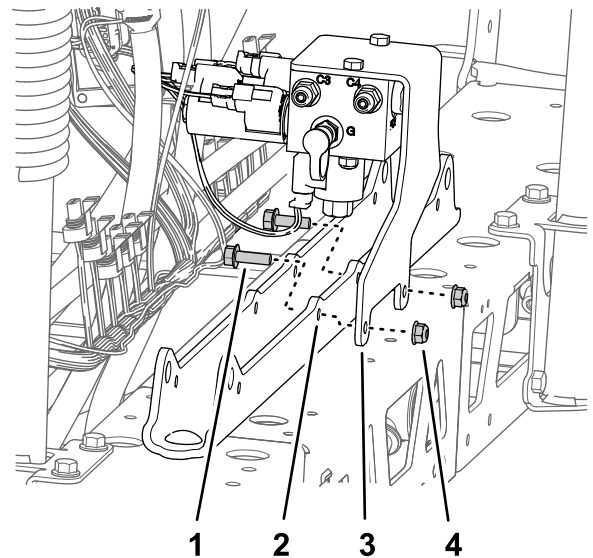

図 94
- A. サポートブラケットにあるブーム昇降マニホルド用の穴を、シリンダマウントの穴に合わせる 図 94。
- B. サポートブラケットをシリンダマウントに取り付ける 図 94 ステップ 1 センターブーム